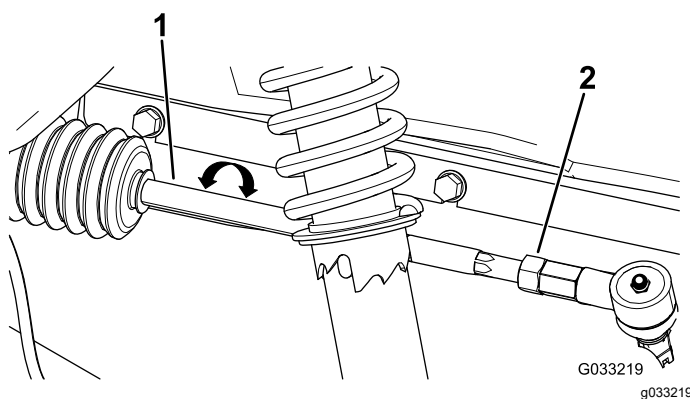

Bild 49
2. Wenn der Wert nicht zwischen 0-6 mm liegt, lösen Sie die Klemmmuttern am äußeren Ende der Spurstangen (Bild 49).